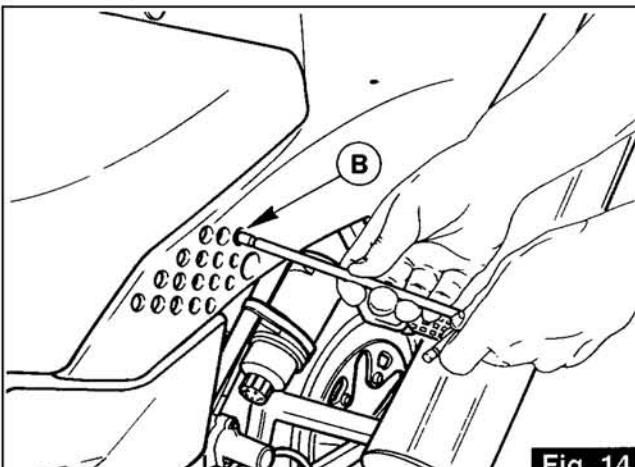

Fig. 14
3.18 DÉMONTAGE DE LA SELLE DU PILOTE (fig. 14)
3.18 ENTFERNEN DES FAHRERSITZES (Abb. 14)